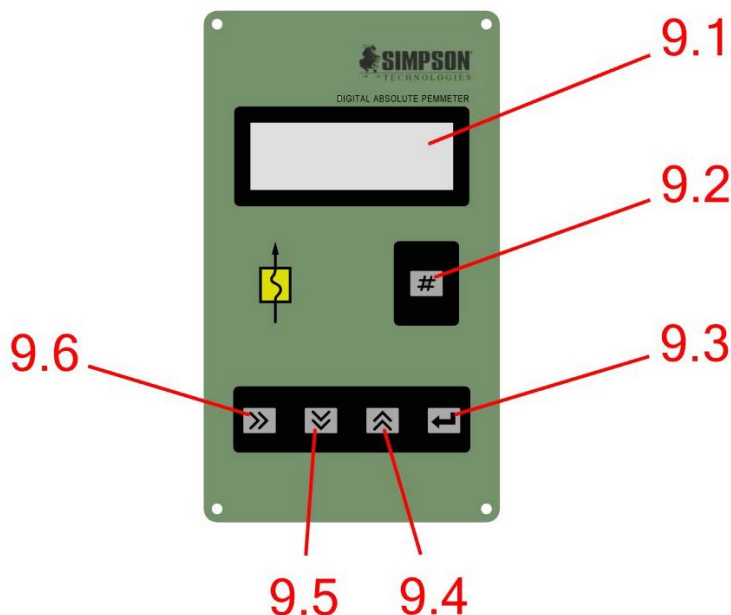
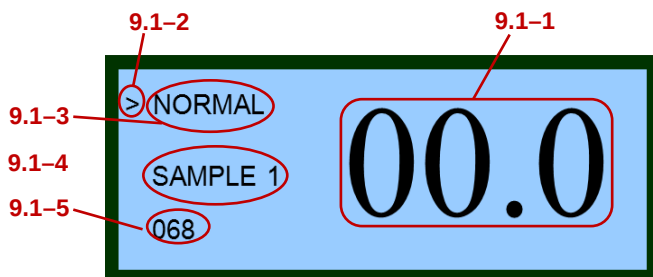

Рисунок 5: Панель управления (поз. 8) прибора измерения проницаемости
Рисунок 6: Увеличенный вид цифрового дисплея (поз. 9.1) прибора измерения проникаемости
6. После завершения цикла запишите значение проницаемости (Поз.9.1-1, рис.6) на дисплее (поз.9.1, рис.5) прибора вместе со значением, написанным на эталонной мере.
13. Наблюдайте за цифровым дисплеем (рис.6) сразу под строкой режима работы прибора (9.1–3): по мере опускания колокола появятся одна, две, и затем три точки. **Закройте клапан управления на стопорном клапане, когда появятся две точки.**